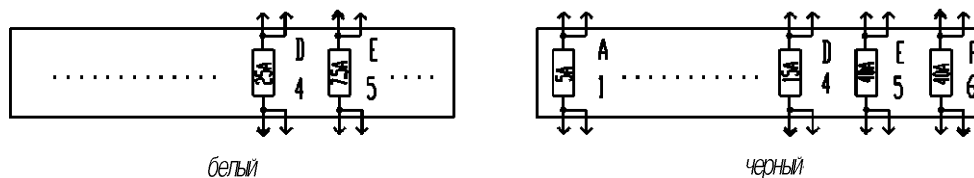

Рис. 76. Подключение внешних потребителей.
**Подключение внешних потребителей.** Подключение внешних потребителей производится от свободных предохранителей «черного» и «белого» блоков, изображенных на рис. 76.